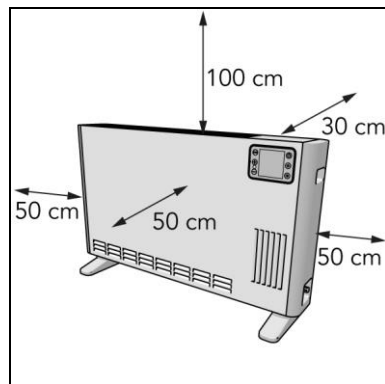

Figure 9
5. Placez l'appareil en respectant un dégagement minimal (figure 9) de :